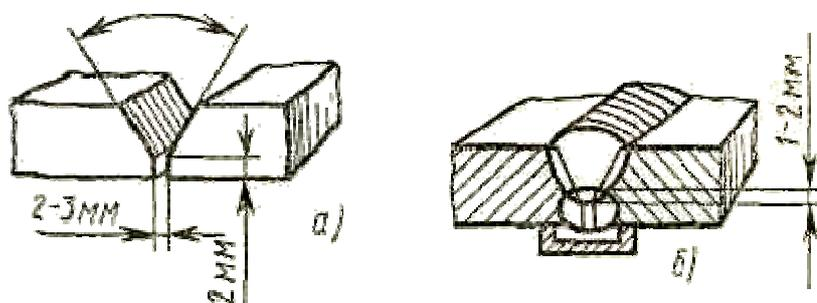

Рис. 4
4. Заполнить разделку вторым валиком, переплавив первый на глубину 1-2 мм (рис. 4,б).